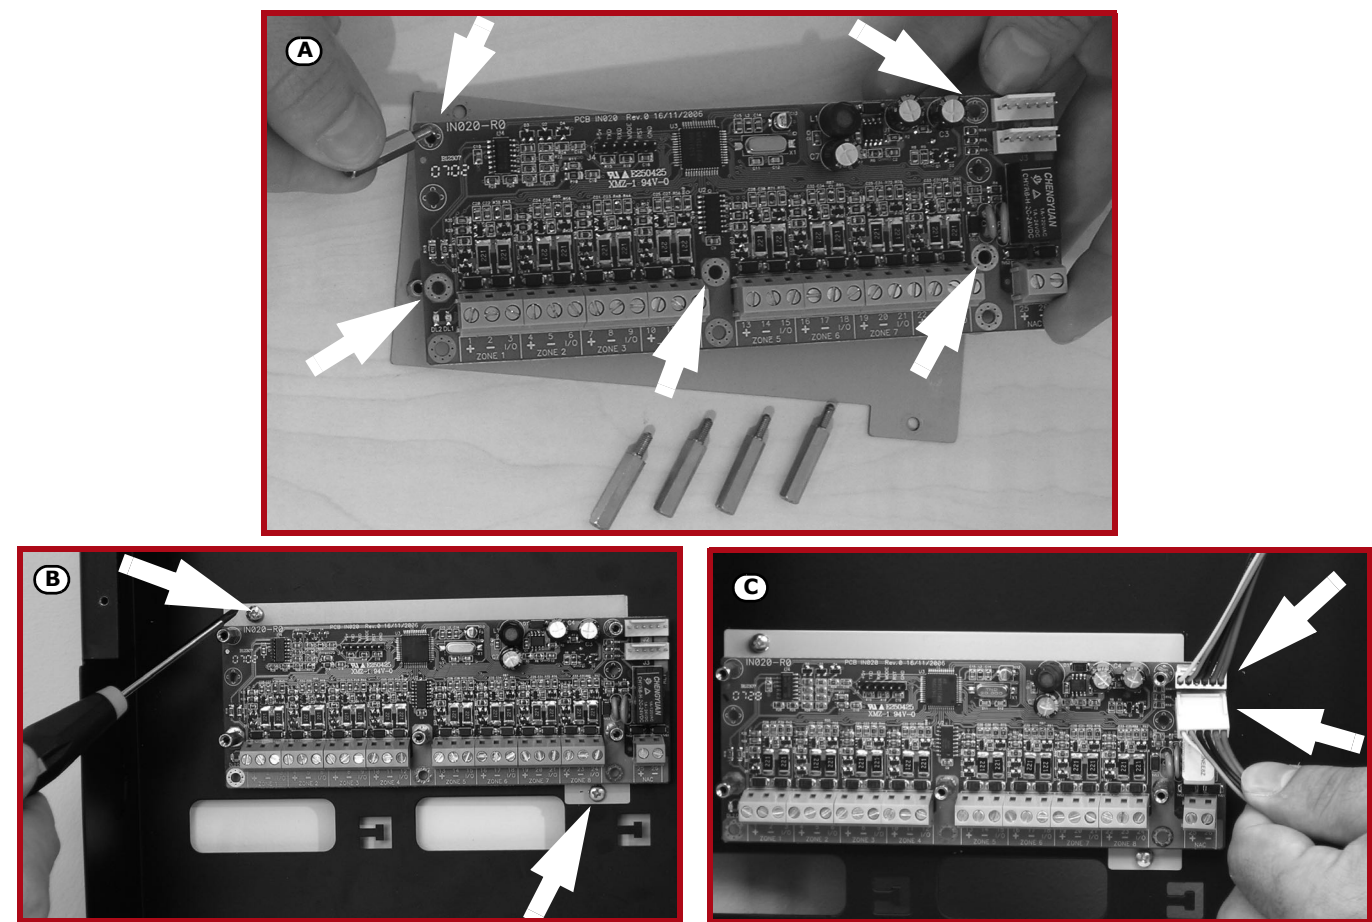

Figura 10 - Montaggio scheda espansione - 1
3. Fissare una scheda di espansione sulla piastra di ancoraggio utilizzando le colonnine metalliche fornite nel caso si debba inserire la seconda espansione (Figura 10 - [A]). Fare attenzione ad utilizzare i fori di fissaggio indicati sulla foto dalle frecce.
4. Fissare la piastra con la scheda sul fondo del contenitore metallico (Figura 10 - [B]).
5. Inserire sulla scheda il cavo di collegamento alla centrale e alla scheda successiva (Figura 10 - [C]).